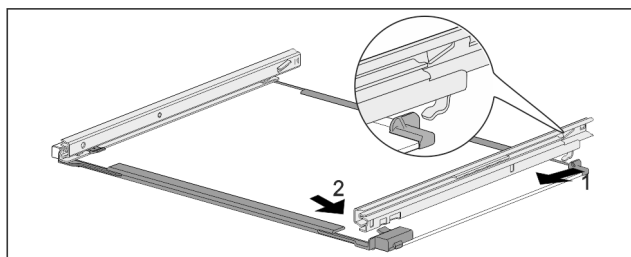

Fig. 173 Skleněná deska s kolejničkami
- ▶ Zahákněte kolejničku vzadu. Fig. 173 (1)
- ▶ Zaklapněte kolejničku vpředu. Fig. 173 (2)